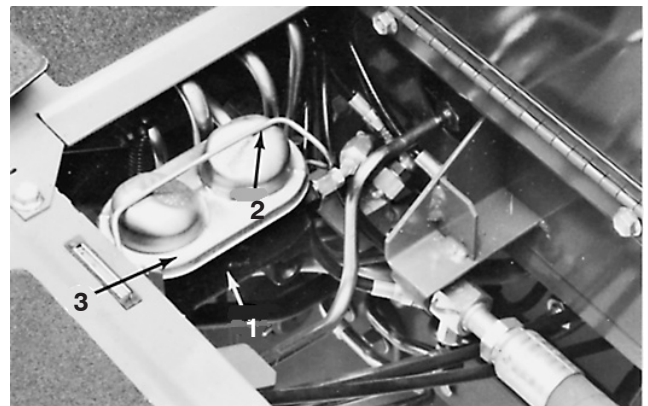

Bild 57
2. Nehmen Sie die Abdeckungsbügel von der Abdeckung ab und nehmen Sie die Abdeckung vom Hauptzylinder (Bild 57).